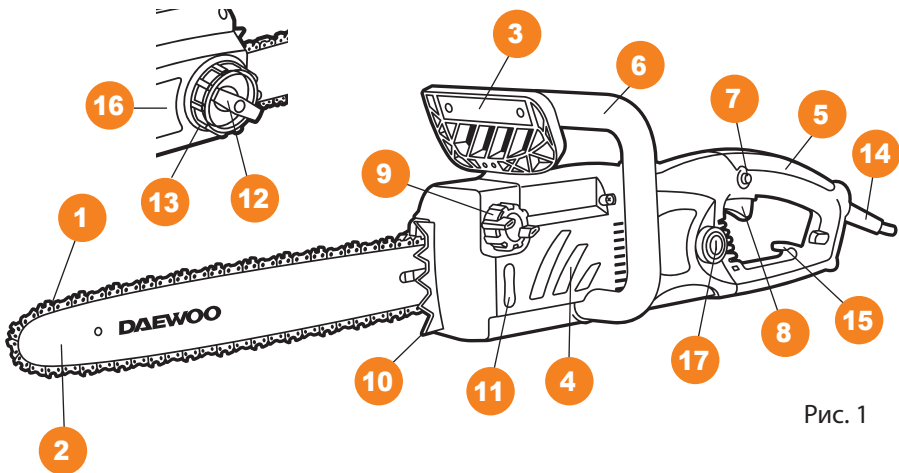
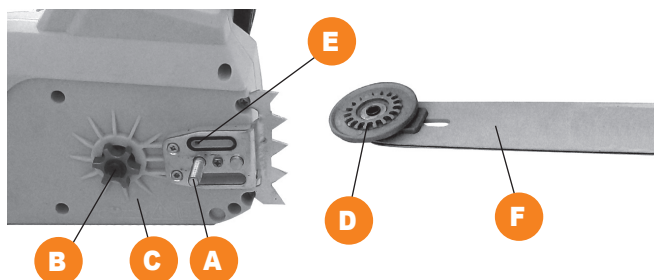

Рис. 1
Рис. 2
1. Встановіть гальмо ланцюга (3) (Рис. 1) у неробочий стан, потягнувши на себе у напрямку передньої ручки.
2. Відкрутіть ручку фіксації захисної кришки (12) (Рис. 1) і кільце регулювання натягу (13) (Рис. 1).
3. Зніміть захисну кришку (16) (Рис. 1).
4. Надіньте на шину F (Рис. 2) пиляльний ланцюг (1) (Рис. 1), перевіривши правильність розташування зубів ланцюга.
1. Для заповнення масляного бака відкрийте кришку (9) (Рис. 1), при цьому стежте, щоб в бак не потрапив бруд. Заповніть бак маслом. Видаліть залишок масла з горловини і з внутрішньої порожнини кришки. У кришці є повітряний клапан, у разі засмічення якого насос не працює. Слідкуйте, щоб під час експлуатації пили цей клапан залишався чистим.
2. Щільно закрийте кришку. Під час роботи періодично звертайте увагу на рівень масла через вікно контролю рівня масла (11) (Рис. 1).
Якщо сліди масла не видно, необхідно прочистити в корпусі редуктора вихідний отвір для масла E (Рис. 2) і відповідний отвір у шині E1.